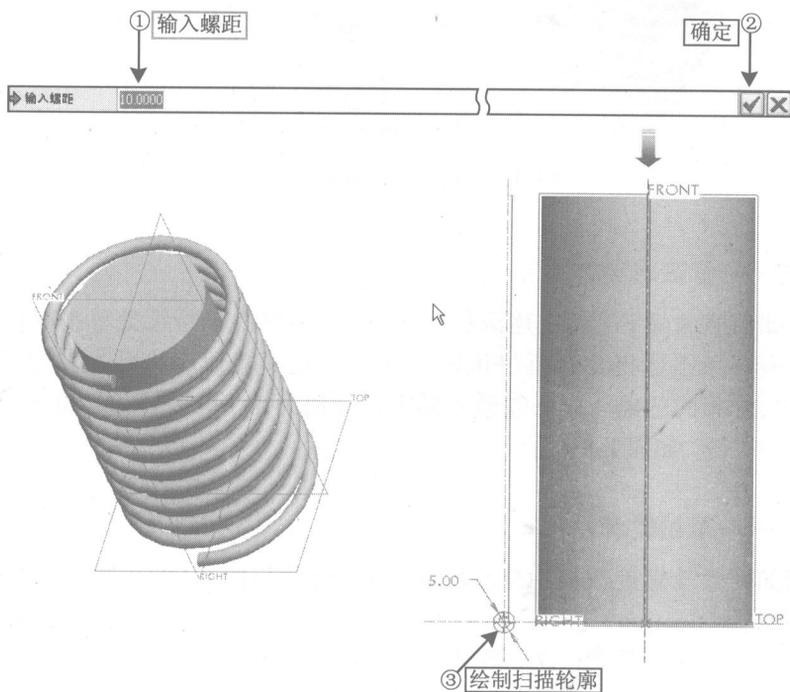

图 1-3 完成右旋的螺旋扫描
此时，在窗口下方会出现一设定扫描路径螺距的输入框，在①处输入尺寸值为 10 → 单击②设定穿过轴，确定后即可在窗口中进行扫描轮廓的绘制 → 在左侧原点处绘制一以③右手定则，直径输入值为 5 的扫描轮廓；单击确定结果如图 1-3 所示。